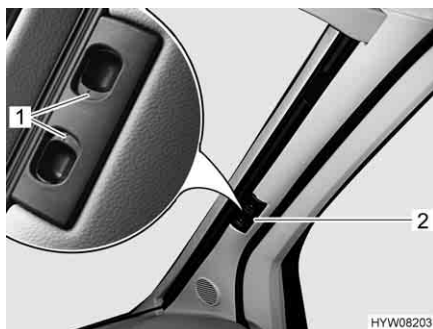

Bild 91 Plisségardin för vindrutan
- Tryck in låshandtagen (Bild 91,1) och håll dem intryckta.
- Håll plisségardinerna för vindrutan i handtaget (Bild 91,2) och dra den mot fönstrets mitt.
- Skjut de två hälfterna av plisségardinerna för vindrutan utåt så långt det går, ta tag i handtaget (Bild 91,2). Dra upp handtaget till samma höjd som lås-spåret.
- Släpp låshandtagen (Bild 91,1) och låt dem haka fast.